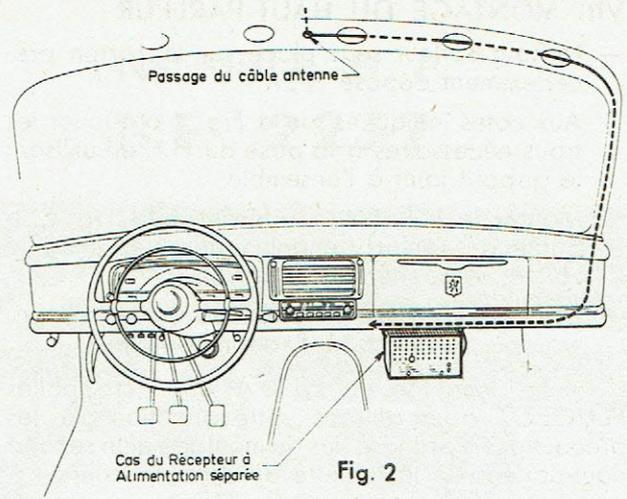

Fig. 2
- Passer le câble de raccordement puis le faire pénétrer par le montant droit à l'intérieur du caisson vers le récepteur (Fig. 2).